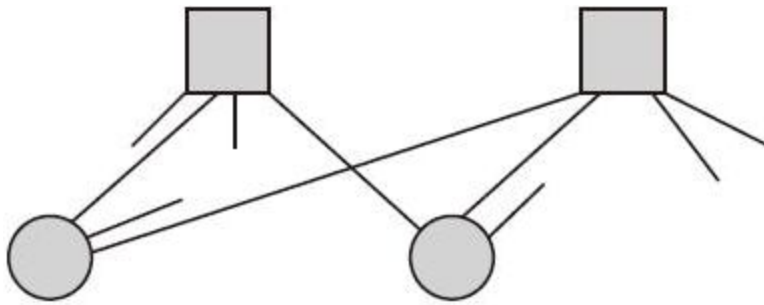

图9-25 Tanner图上的一个小环
3) 保持随机性。减少H矩阵里小环的个数。图9-25展示了一个长为4的小环（b节点、c节点和连线组成的环）。